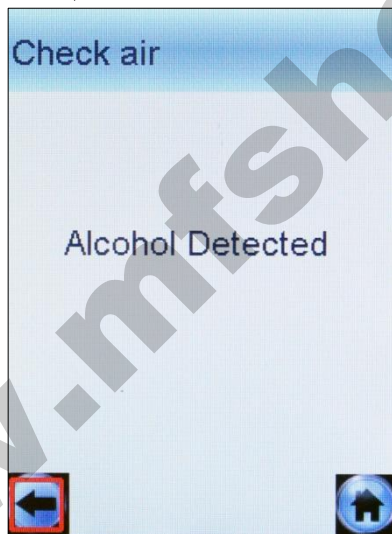

Рисунок 13 – В мундштуке или в заборной системе обнаружен алкоголь
2.7.15 Если при выполнении 2.7.5 настоящего РЭ в мундштуке или в заборной системе будет обнаружен алкоголь, на дисплее анализатора появится сообщение «**Alcohol Detected**» (рисунок 13).